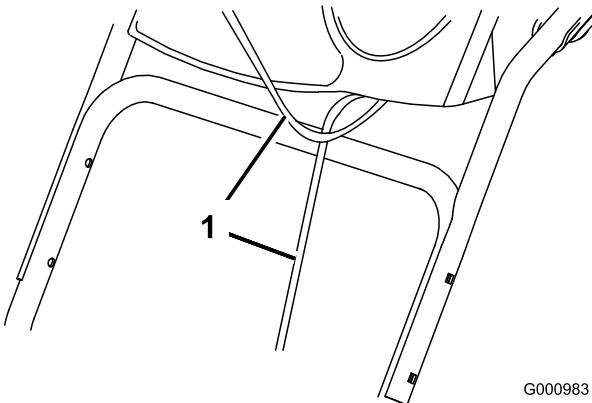

Figura 3
1. Sollevate il gruppo stegola superiore, giratelo e posizionate lo sopra la stegola inferiore (Figura 3).